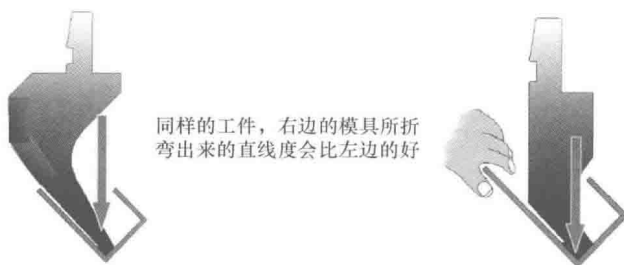

图 3-77 不同设计折弯出来的板材品质不同
5) 设计经验/禁忌 很多不合理的机构设计都是可以避免的，因此要多注意搜集和总结经验，熟悉常见的有悖机械原理的禁忌，减少低级疏忽。如图 3-77 所示，要折弯一个板材，不同的成形刀设计，会有不同的品质表现，当了解这些后，做类似的设计就会有更高的可靠性和合理性。